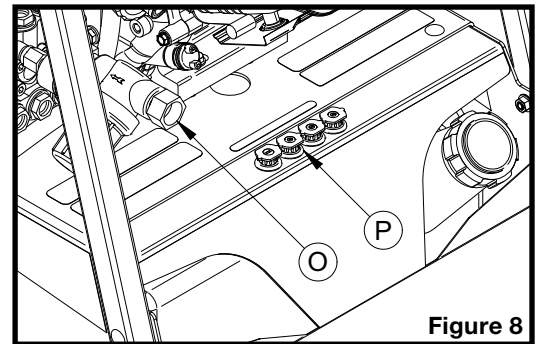
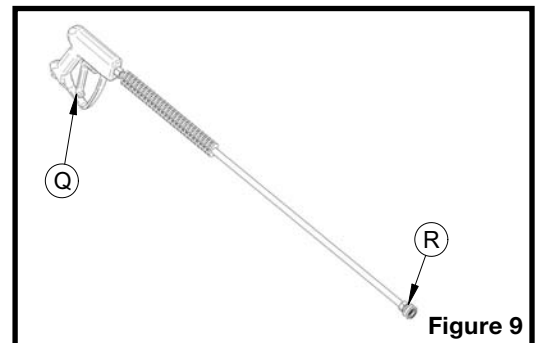

Figure 8
Figure 9
2. Brancher un boyau d'alimentation d'eau à l'entrée de l'appareil (O sur la figure 8) et ouvrir la valve de ce boyau. Le débit disponible au boyau doit être d'au moins 4 gallons par minute (15.1 l/min).
3. Appuyer sur la gâchette du pistolet (Q sur la figure 9) jusqu'à ce que l'eau coule de façon régulière et soit limpide. Relâcher la gâchette du pistolet.
4. Installer une buse haute pression (P sur la figure 8) à la sortie de la lance (R sur la figure 9):